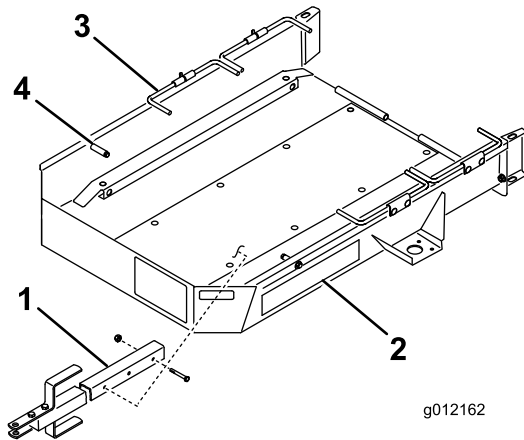

Bild 1
1. Montieren Sie die Anhängerkupplung mit zwei Schrauben ($\frac{3}{8}$ " x $2\frac{3}{4}$ "), zwei Unterlegscheiben und zwei Sicherungsmuttern an der Befestigungshalterung an der Unterseite der Anhängerfläche. Für die meisten Anwendungen können die vorderen Befestigungsbohrungen in der Anhängerkupplung und an der Halterung verwendet werden (**Bild 1**).
3. Nehmen Sie die Fangkörbe von der Maschine ab, kuppeln Sie den Spindelantrieb aus und stellen Sie die Gasbedienung auf die langsamste Stellung. Fahren Sie die Maschine **langsam** auf den Anhänger, bis er die Radanschläge berührt (Bild 1).
5. Drehen Sie die ersten Radstangen hinter den Transporträdern nach unten (Bild 1).